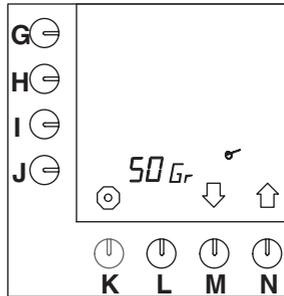

Abb. 48 Einstellen des Kaffeerechners
- Drücken Sie auf die Wahl taste (N.) \uparrow , bis Abb.48 im Display erscheint.